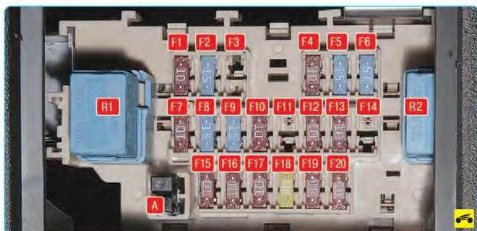

Рис. 10.3. Номера предохранителей и реле в монтажном блоке, расположенном в салоне: А – пинцет
...в монтажном блоке, расположенном в салоне (рис. 10.3) автомобиля под крышкой в проеме нижней облицовки панели приборов...
10. Снимите пинцет А (см. рис. 10.3) с держателя монтажного блока, расположенного в салоне автомобиля.